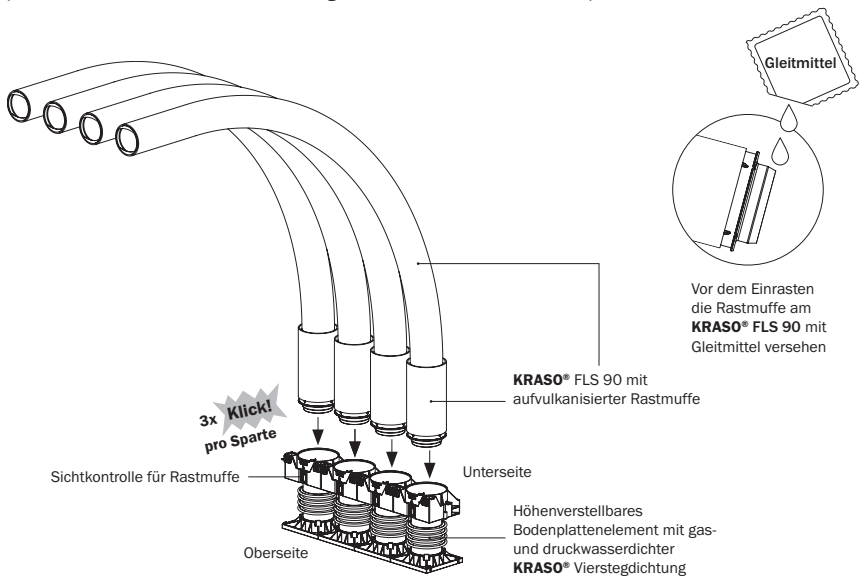

Abbildung 5.1: Anschluss **KRASO® FLS 90**
5. Anschluss KRASO® FLS 90 (s. Abbildung 5.1)